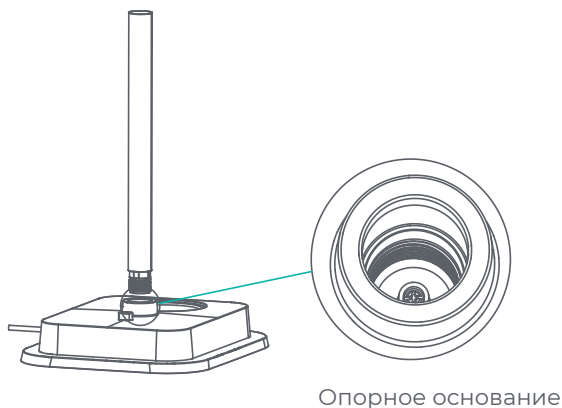

Рисунок 1
2. Установите одну часть разборной стойки на опорное основание корпуса (см. рис. 1). – закручивая ее резьбой вниз